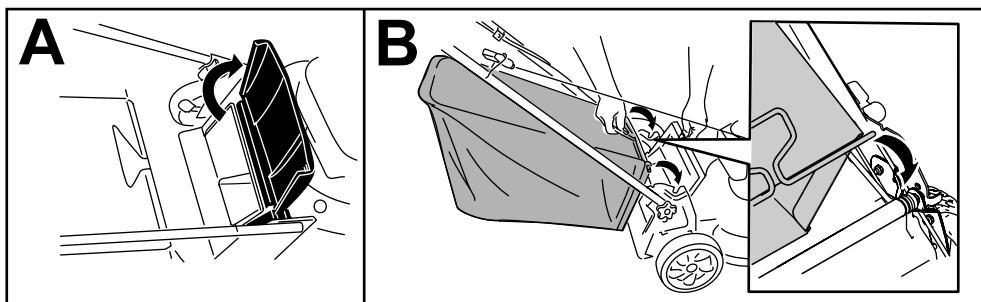

Figura 14
1. Levante y sujeté el deflector trasero (Figura 14, A).
2. Instale la bolsa de recogida, asegurándose de que los pasadores de la bolsa descansan en las muescas del manillar (Figura 14, B).